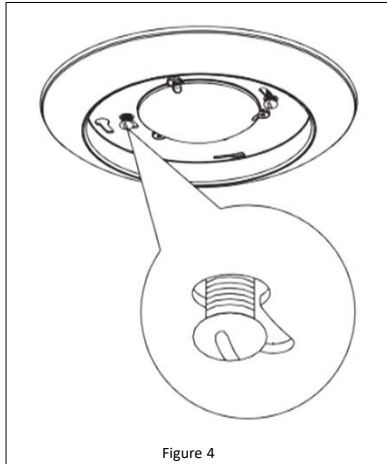

Figure 4
- Align the screws installed on the junction box in Step 3 with the keyhole cutouts on the fixture. The inner keyholes are for a 4" octagon and round junction boxes and the outer is for a 4" square box. **See Figure 4.**
- Alignez les vis installées sur la boîte de jonction à l'étape 3 avec les découpes en trou de serrure du luminaire. Les trous de serrure intérieurs sont destinés aux boîtes de jonction octogonales et rondes de 10,16 cm et les trous de serrure extérieurs sont destinés aux boîtes carrées de 10,16 cm. **Reportez-vous à la Figure 4.**